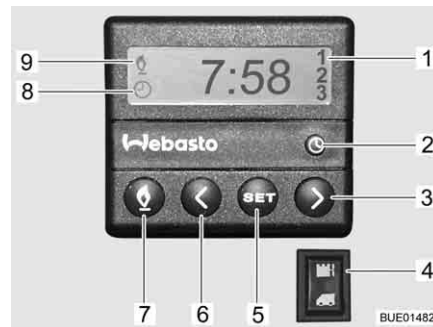

Fig. 197 Centralina di controllo per riscaldamento fisso
- Premere il tasto (Fig. 197,7). Il funzionamento del riscaldamento viene indicato con il simbolo (Fig. 197,9). La ventola viene inserita solo quando la temperatura dell'acqua di raffreddamento è pari a 30 °C.
- Premere il tasto (Fig. 197,7). Il simbolo (Fig. 197,9) si spegne.
- Premere l'interruttore (Fig. 197,4) in basso. Il motore viene preriscaldato. La ventola viene inserita immediatamente.
- Premere l'interruttore (Fig. 197,4) in alto. Il motore rimane freddo.
- Premere il tasto (Fig. 197,2). L'impostazione dell'ora viene indicata con il simbolo (Fig. 197,8).
- Impostare l'ora con i tasti (Fig. 197,3 e 6).
- Premere il tasto (Fig. 197,5).
- Impostare l'orario di accensione con i tasti (Fig. 197,3 e 6) entro 10 secondi.
- Premere il tasto (Fig. 197,5) fino a che nel display (Fig. 197,1) non appare il numero di programmazione desiderato.